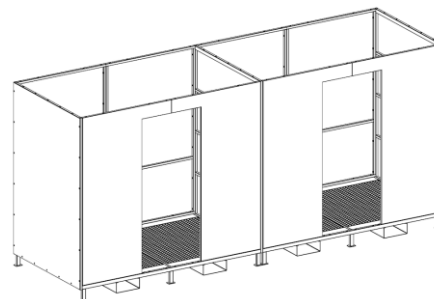

рис. 5
5.5. Присоединить лицевые стенки (рис. 5).